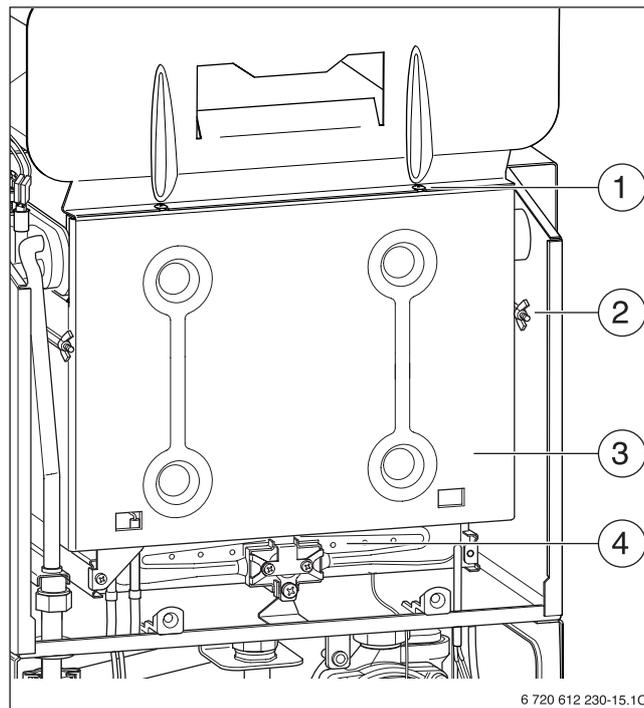

Fig. 72 Apertura del bruciatore
- Rimuovere la parete anteriore della camera di combustione, (fig. 72).